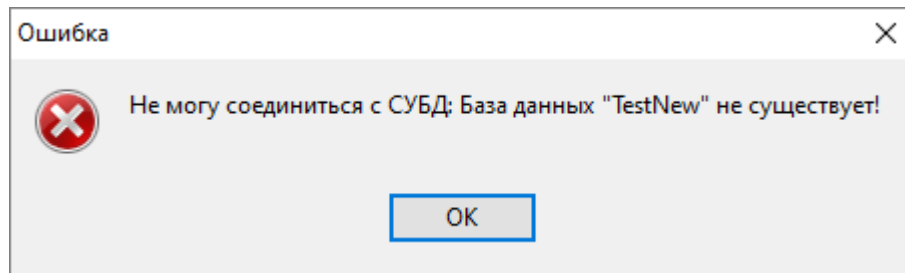

Рисунок 4-41 Ошибка определения имени БД
- если какой-либо из параметров подключения к БД задан некорректно, то будет отображено сообщение о соответствующей ошибке (см. Рисунок 4-41).